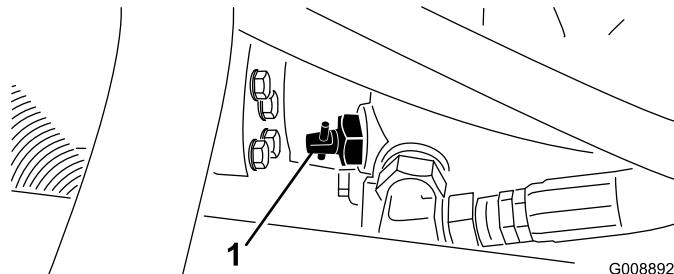

Bild 39
1. Ermitteln Sie das Sicherheitsventil an der Pumpe (Bild 39) und drehen Sie das Ventil um 90 Grad.